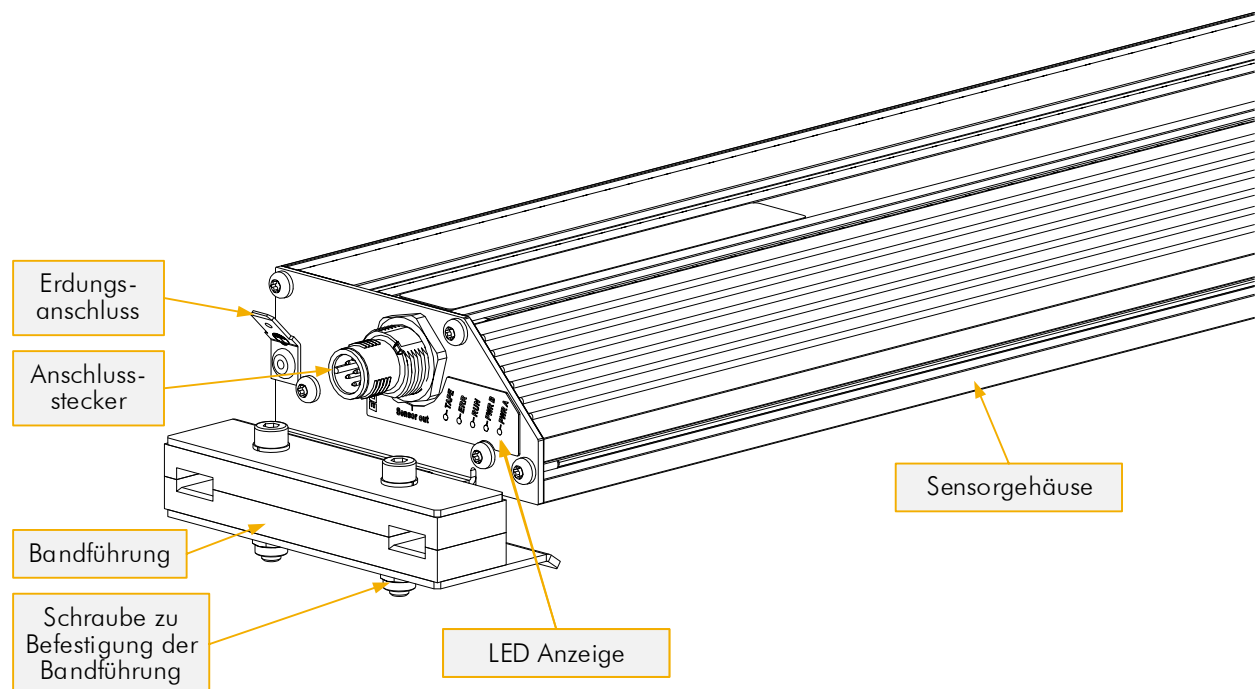

Abbildung 20: Bestandteile des Sensors (halbgeführte Variante)
9. Führen Sie nun das Band durch den Sensor. Lösen Sie die dazu die Schrauben (Abbildung 20 auf Seite 37) zur Befestigung der Polymerführungen und entfernen Sie diese. Montieren Sie diese anschließend gleich wieder mit dem Band dazwischen.